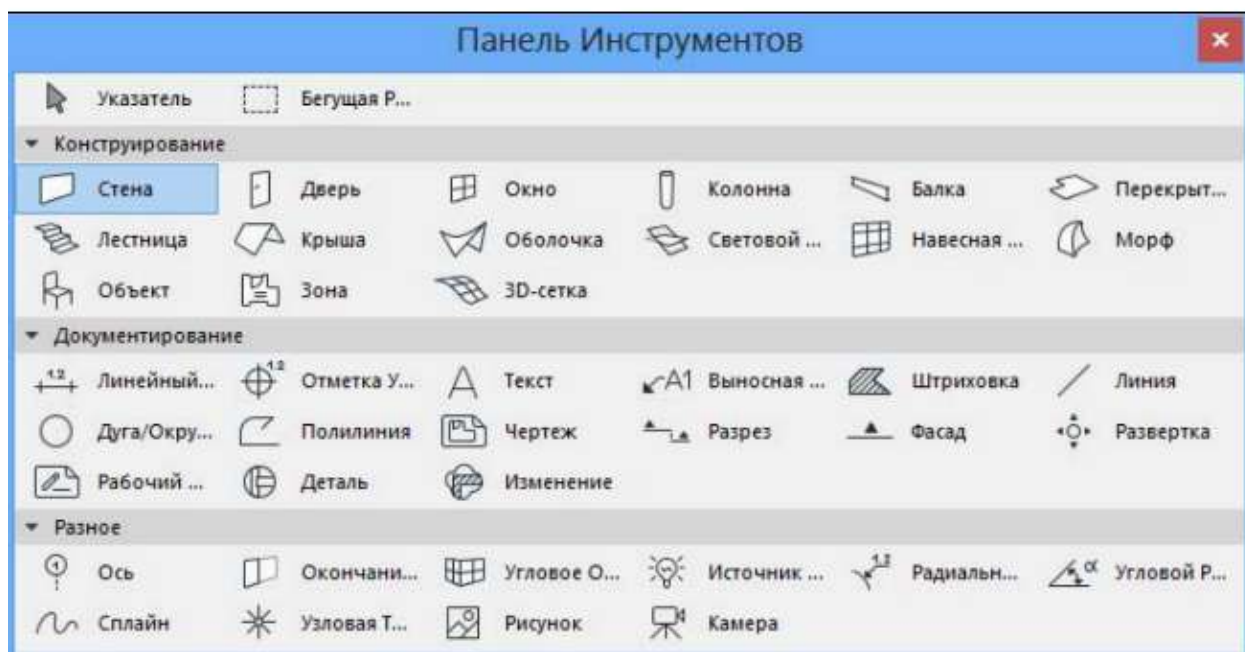

Рисунок 6.4 – Панель инструментов
- **Панель инструментов** (поз. 4 на рисунке 6.3) является основной рабочей панелью. С ее помощью вы назначаете инструмент, которым будете выполнять текущую операцию. Панель содержит следующие инструменты (рисунок 6.4, *сверху вниз*): **Выборки**, предназначенные для выбора элементов, **Конструирование** — для создания трехмерных конструкций, **Документирование** — для работы в плоскости. К дополнительным инструментам из группы **Разное**, по мнению разработчиков, приходится обращаться значительно реже, чем к остальным. Инструменты конструирования и документирования могут быть также назначены в соответствующих пунктах меню **Конструирование** и **Документ**.